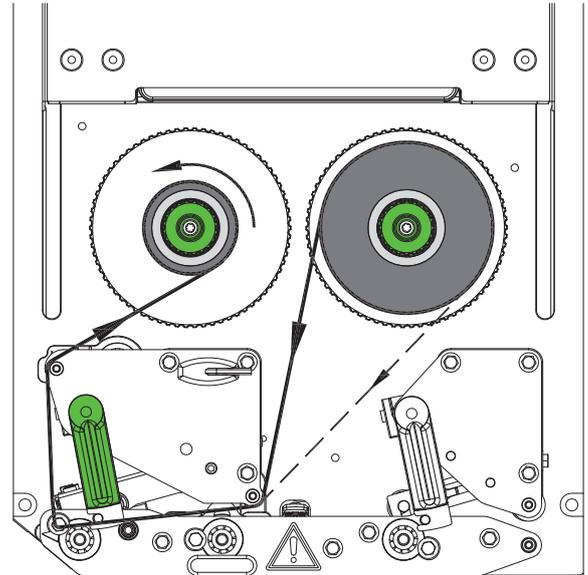

Figura 14 Scorrimento del nastro pigmentato
2. Ruotare la leva (6) in senso antiorario per sollevare la testina di stampa.
3. Spingere il rotolo di nastro pigmentato (3) fino alla battuta dello svolgitoro (4) di modo che dopo l'inserimento il rivestimento colorato della pellicola si trovi sul lato opposto a quello della testina di stampa.
4. Tenere fermo lo svolgitoro (4) e ruotare la manopola (5) in senso antiorario fino a che il rotolo del nastro pigmentato non è fissato.
5. Spingere un'anima adatta (1) sull'avvolgitoro del nastro (2) e fissarla allo stesso modo.
6. Far passare il nastro pigmentato attraverso la meccanica di stampa come indicato in Figura 14.
7. Fissare l'inizio del nastro all'anima (1) con una striscia di adesivo. Prestare attenzione alla direzione di rotazione dell'avvolgitoro del nastro: deve ruotare in senso antiorario.
8. Ruotare l'avvolgitoro del nastro pigmentato (2) in senso antiorario per livellare lo scorrimento del nastro.
9. Ruotare la leva (6) in senso orario per bloccare la testina di stampa.